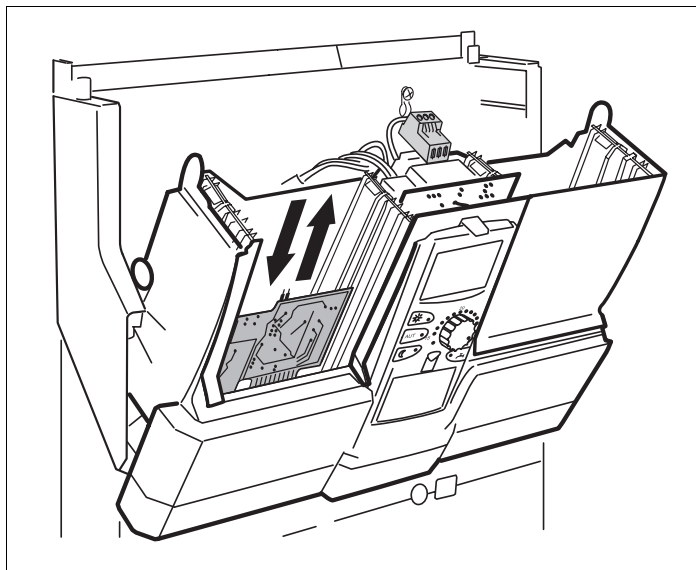

Fig. 11 Înlocuirea modulului FM 451
- Se extrage platina aflată dedesubt (fig. 11) – modulul FM 451.